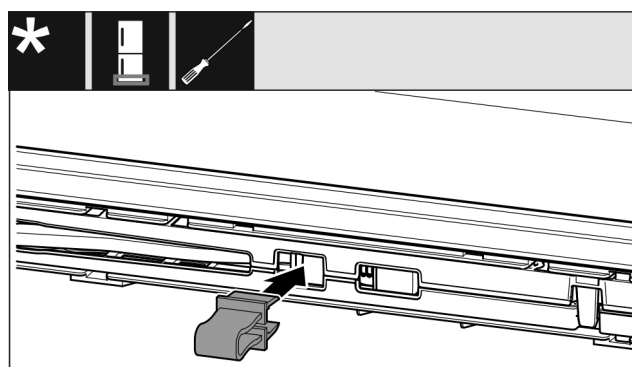

Fig. 18
- ▶ Beveiliging in opening vastklikken. (zie Fig. 18)